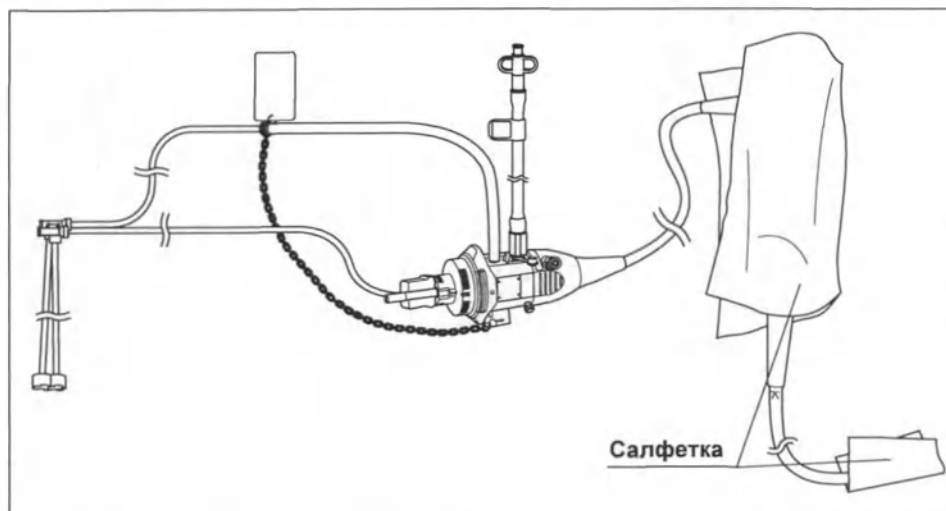

Рисунок 5.71
- 4 Накройте дистальный конец и блок управления эндоскопа стерильной безворсовой салфеткой для предотвращения попадания брызг спирта из устьев каналов. (См. рис. 5.71)